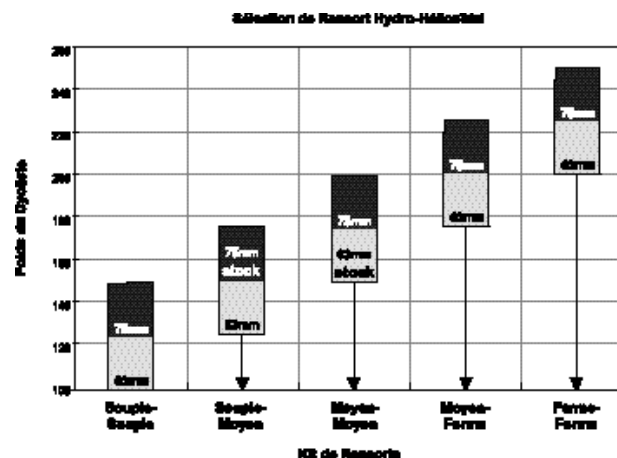

Fig. 2
2. Comprimez complètement la fourche et retirez lentement les ensembles de piles de ressorts (capuchon supérieur, écarteur de ressort et ressort hélicoïdal). Voir Fig. 2.